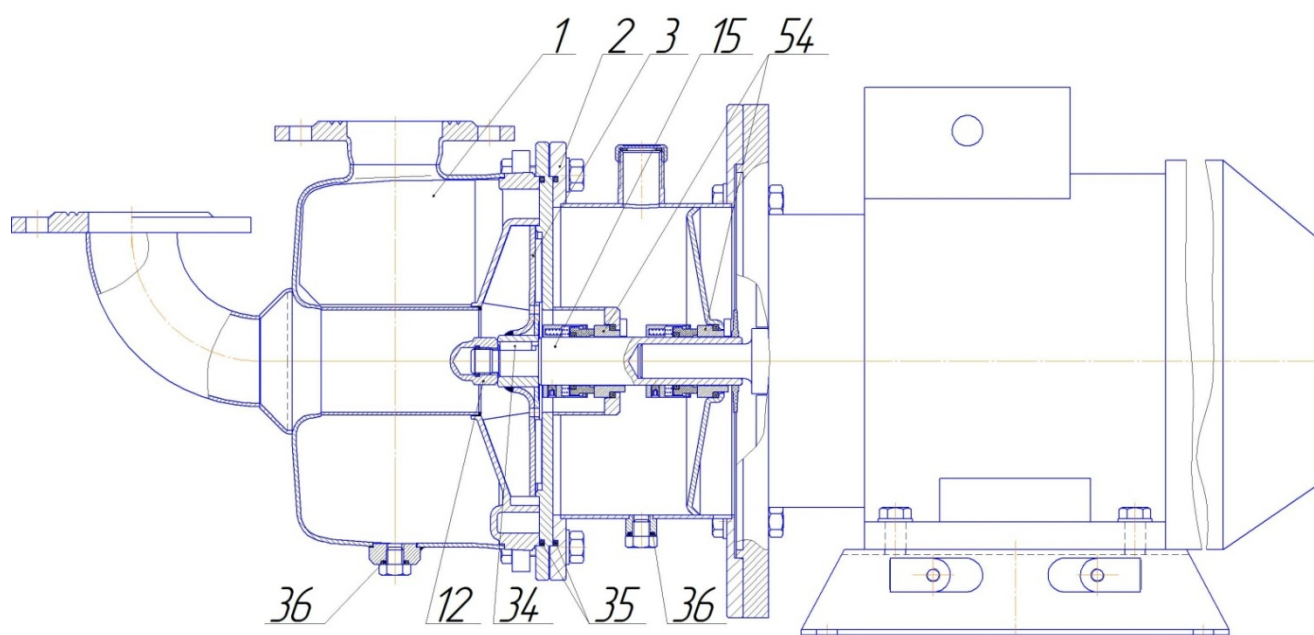

Рис. 1.
Электронасосный агрегат типа ХМс – моноблочный, консольного типа, с одинарным или двойным торцевым уплотнением. Устройство электронасоса в исполнении «тандем» показано на рис. 1.
Корпус электронасоса (поз. 1) крепится к фонарю (поз. 2) болтовым соединением. Для герметизации соединений корпус-фонарь применены уплотнительные кольца 35 (если среда агрессивная, то устанавливаются фторопластовые кольца). В корпусе установлено рабочее колесо (поз.3). Крутящий момент с вала электродвигателя передается на рабочее колесо через шпонку (поз.34). Неподвижная часть внутреннего торцевого уплотнения (поз.56) установлена в расточке составного фонаря (поз.2). Если имеет место насос с двойным торцевым уплотнением, то второе торцевое уплотнение устанавливается непосредственно в расточку части фонаря, закреплённой на фланце электродвигателя. Торцевое уплотнение может быть разных конструкций, соответственно каждое будет иметь свой установочный размер. Варианты уплотнений и установочные размеры можно посмотреть на www.t2100.ru. Способы фиксации вращающейся части уплотнения на валу также различны. На рис.1 уплотнение поз. 54 - типа 251.71.028.821КК фиксируется стопорными винтами.
- подробное описание возникших неисправностей и дефектов компонентов с указанием позиционного номера согласно Рис.1 настоящего руководства с указанием причин и обстоятельств, при которых они обнаружены.